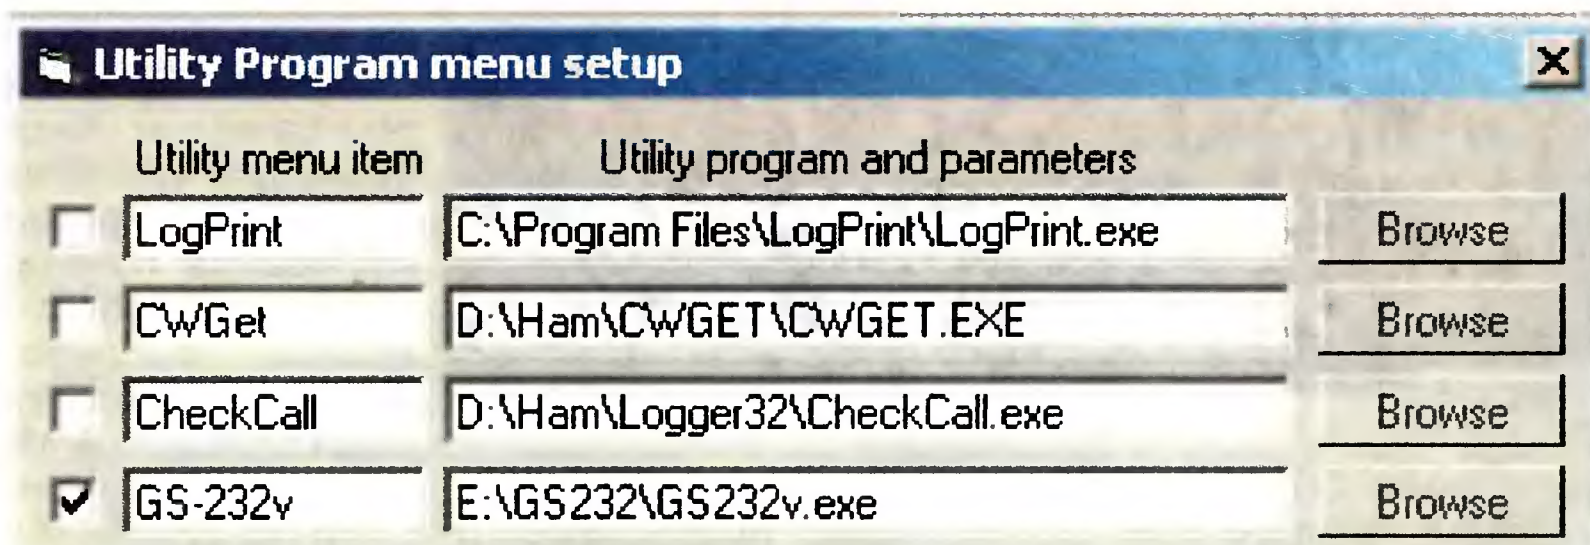

Рис. 11
5. Внесите программу GS232v в список утилит Logger32 (рис. 11) и задайте её автоматический запуск при запуске Logger32, отметив в списке строку с названием программы.